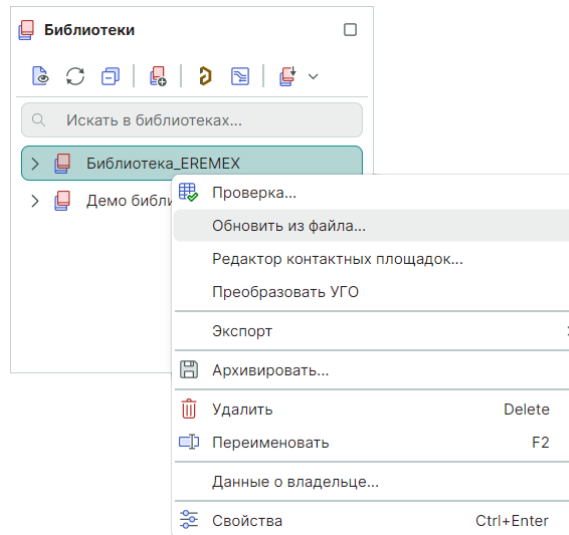

Рис. 8 Запуск обновления библиотеки
2. Из контекстного меню выберите «Обновить из файла...», см. Рис. 8.